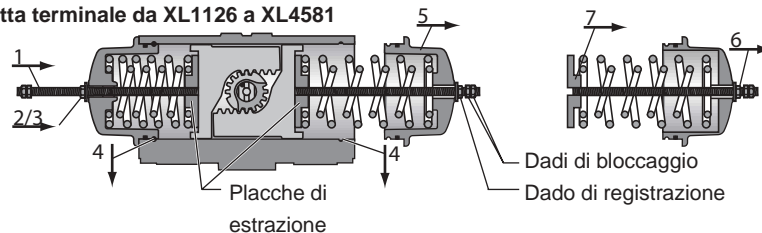

Fig. 5 Disassemblaggio calotta terminale
- Allentare i dadi di bloccaggio (24) e rimuovere sia i limitatori di corsa (22) che le guarnizioni filettate (23) o le guarnizioni O-ring (23a).
- Rimuovere l'indicatore (7) dalla sommità del pignone (19) Da XL26 a XL221 utilizzare una chiave per viti Allen da 4mm. Per dimensioni maggiori, l'indicatore può essere estratto dalla sommità del pignone.
- Rimuovere sia i bulloni di tenuta (28) che le guarnizioni (29) dalle calotte terminali (21).
- Da XL 26 a XL 681 nei pistoni (20)
- Da XL 1126 a XL4581 nella placca di bloccaggio (20a, vedere anche fig. 5) fino a quando la corsa si arresta (NON STRINGERE ECCESSIVAMENTE) ed assicurarsi che il dado e la rondella siano rimossi dalla superficie della calotta terminale.
- Posizionare una chiave sui "dadi di bloccaggio" per impedire di ruotare. Utilizzare un'altra chiave per avvitare i dadi di registrazione di 180° per volta (vedere fig. 5) in senso orario lungo le aste, fino ad ottenere due giri completi. In questo modo
- Da XL 26 a XL681 vengono spostati i pistoni (20)
- Da XL 1126 a XL4581 viene spostata la placca di bloccaggio (vedere anche fig. 5) verso le calotte terminali (21) e le molle vengono compresse. Questa compressione delle molle scarica la forza di compressione e sblocca l'unità SAFEKEY per la rimozione.
11 Per mantenere intatto il gruppo del pacchetto di molle (fig. 5), lasciare inserita l'asta di bloccaggio. Per disassemblare il pacchetto di molle, svitare il dado di bloccaggio sull'asta per scaricare la forza di compressione, posizionando allo stesso tempo una chiave sui dadi di bloccaggio per impedire all'asta di ruotare.